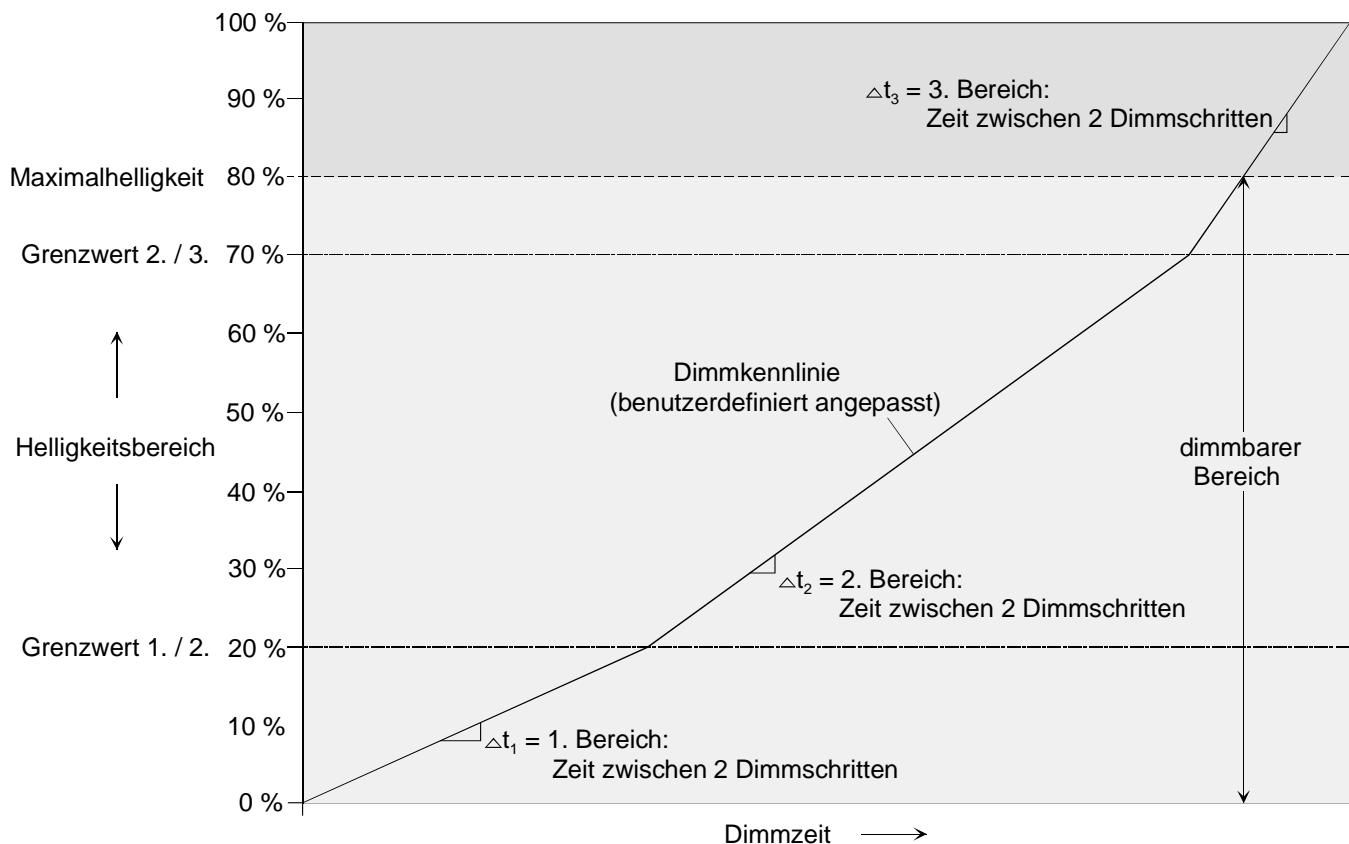

Bild 26: Benutzerdefiniert angepasste Dimmkennlinie
In einigen praktischen Anwendungsfällen ist eine lineare Dimmkennlinie nicht optimal. Deshalb ermöglicht der Universal-Dimmaktor in der ETS alternativ eine benutzerdefinierte Anpassung des Dimmverlaufes. Auf diese Weise können Helligkeitsveränderungen beim Dimmen an das subjektive Helligkeitsempfinden des menschlichen Auges angepasst werden, indem der Helligkeitsbereich in bis zu drei Teilbereiche mit unterschiedlichen Dimmschrittzeiten aufgeteilt wird (vgl Bild 26).
Es ist ein benutzerdefinierter Dimmkennlinienverlauf gemäß Bild 26 eingestellt. Es können weiter zwei Grenzwerte und drei Dimmschrittzeiten zur Definition dreier Helligkeits-Teilbereiche definiert werden.
- Zunächst die Helligkeitsgrenzwerte festlegen. Dazu die Parameter "Helligkeits-Grenzwert 1. Bereich / 2. Bereich (1...100 %)" und "Helligkeits-Grenzwert 2. Bereich / 3. Bereich (1...100 %)" auf der Parameterseite "Ax – Dimmkennlinie" auf die erforderlichen Teilbereichs-Grenzen einstellen. Dabei darauf achten, dass der Helligkeits-Grenzwert Bereich 1. / 2. kleiner ist als der Grenzwert Bereich 2. / 3. (vgl. Bild 26)! Andernfalls entsteht Fehlfunktion.